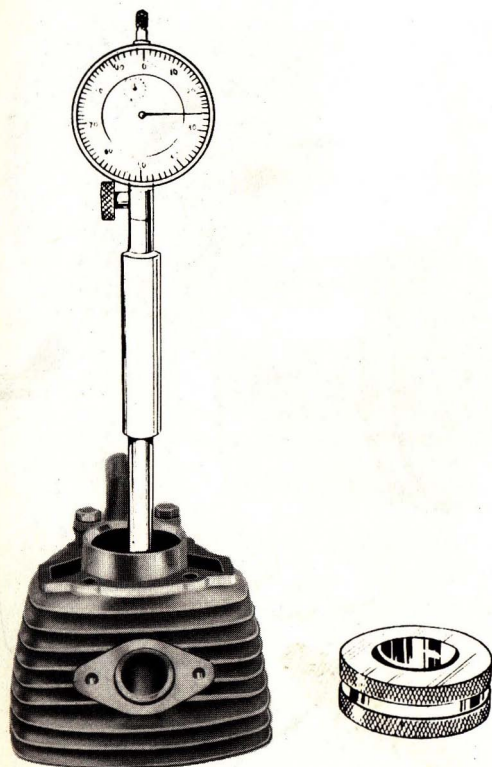

Fig. 18 - *Controllo canna del cilindro mediante alesametro a comparatore*
- la superficie della canna del cilindro; controllarla mediante l'alesometro a comparatore con anello di riscontro; come dimostrato nella fig. 18 la superficie deve apparire levigata ed esente da usure, tacche ecc. In caso contrario sostituire cilindro e pistone (vedere organi del manovellismo);